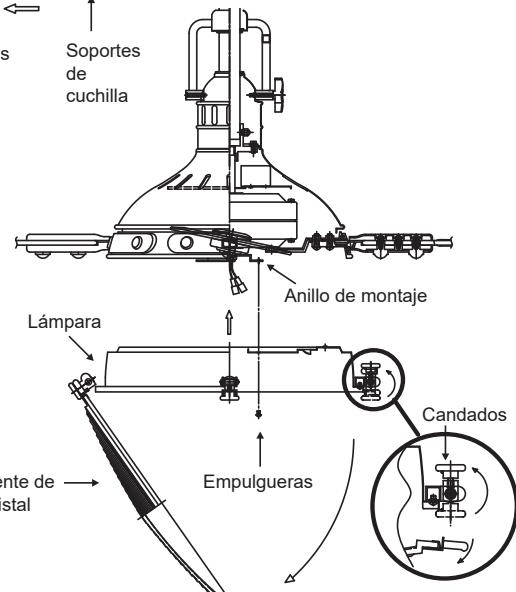

Fig. 18
**Paso 1.** Afloje los dos tornillos en el anillo de montaje unido al eje del motor y "retire" y guarde el tercer tornillo. (Fig. 18)